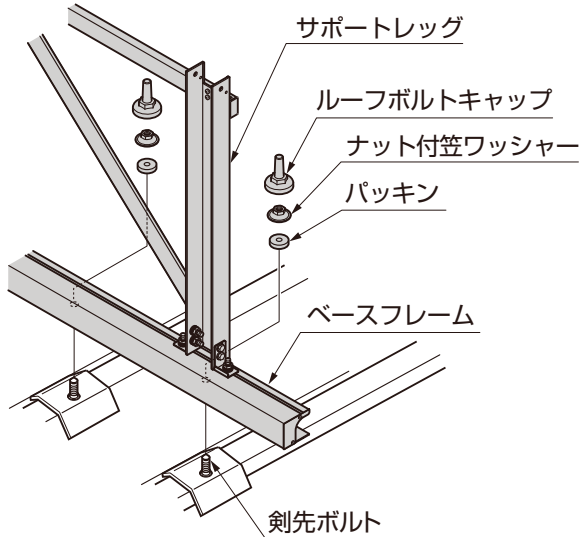

図2-1 ベースフレームの向き
- ベースフレームの向きは図2-1を参照して取付けてください。